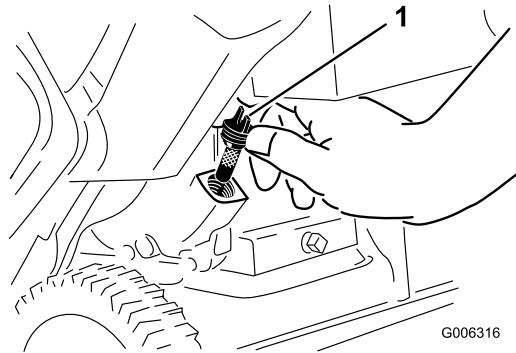

Рисунок 7
- Очистите поверхность вокруг крышки маслозаливной горловины (Рисунок 7).